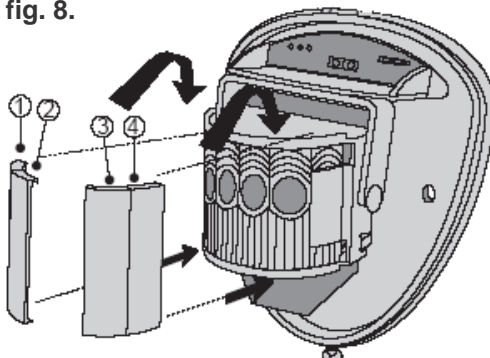

fig. 8
- O módulo do detector está equipado com dois obturadores deslizantes para redução do ângulo de detecção. É disponibilizado um conjunto adicional de cortinas no caso do esquema de feixe necessitar de ser mais estreito, p. ex., se for necessário um ângulo mínimo de detecção de 10 graus. As cortinas encaixam no módulo de movimento horizontal e de movimento vertical, tal como indicado em baixo, na fig. 8. Cada secção ou lente do detector fornece um padrão de cobertura de aproximadamente 10 graus. **Consulte a fig. 8.**